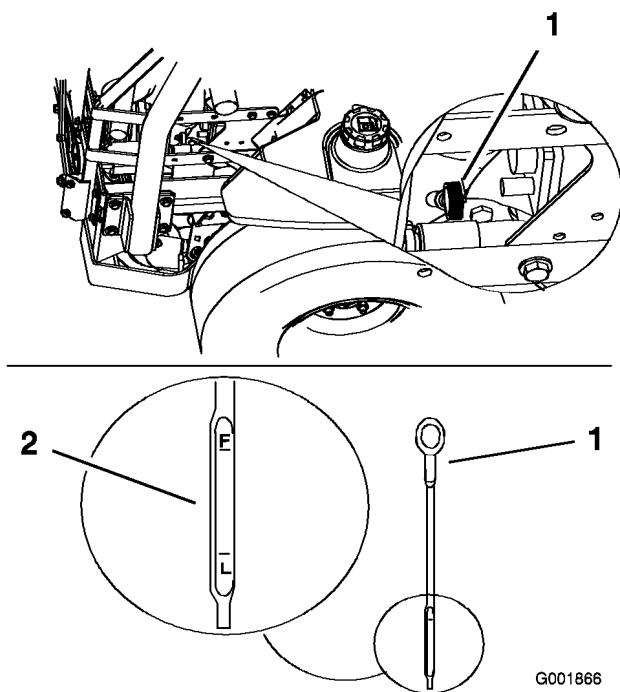

Bild 37
3. Reinigen Sie den Bereich um den Ölpeilstab (Bild 37), damit kein Schmutz in den Einfüllstutzen gelangen und den Motor beschädigen kann.
4. Ziehen Sie den Ölpeilstab heraus und wischen das Metallende ab (Bild 37).
5. Schrauben Sie den Ölpeilstab vollständig in den Einfüllstutzen ein. Ziehen Sie den Peilstab wieder heraus und prüfen Sie das Metallende (Bild 37). Gießen Sie, wenn der Ölstand zu niedrig ist, nur so viel Öl langsam in den Einfüllstutzen, dass der Ölstand die Voll-Marke erreicht.